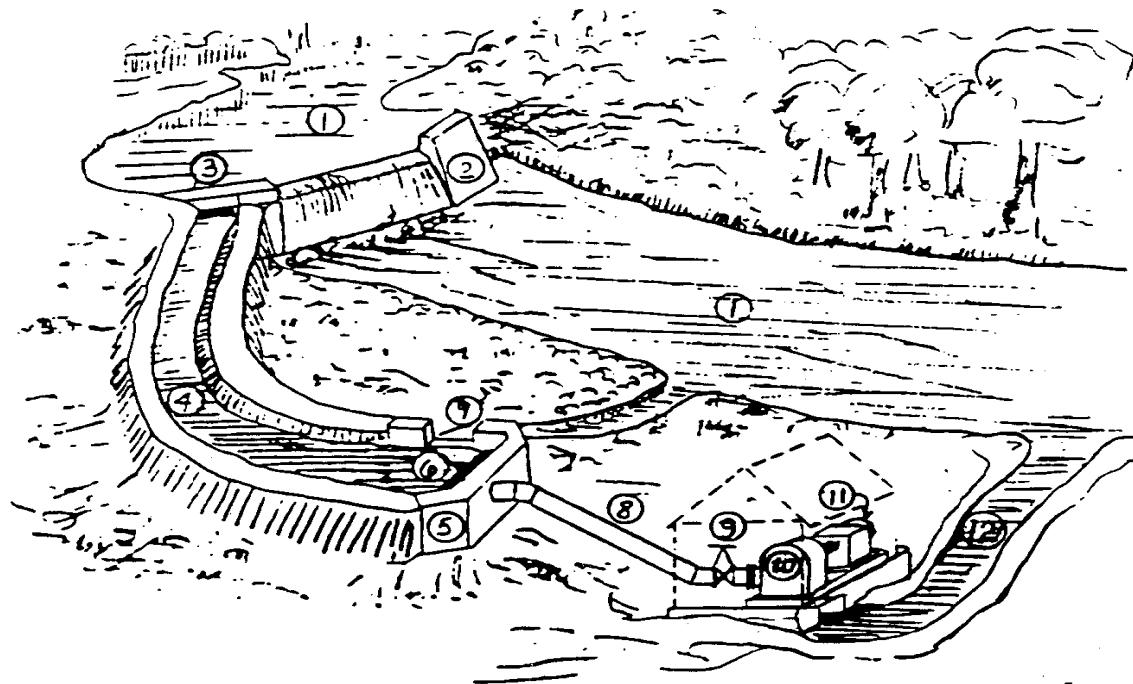

Figure 10. A typical installation for a low-output water power plant
construiu em um rio pequeno com um relativamente curto (menos de 100 feet) (1) Canal de (penstock) por administrar água à roda de água (nota Figure 10). Desenvolvimento custo pode ser bastante alto quando tal uma represa e